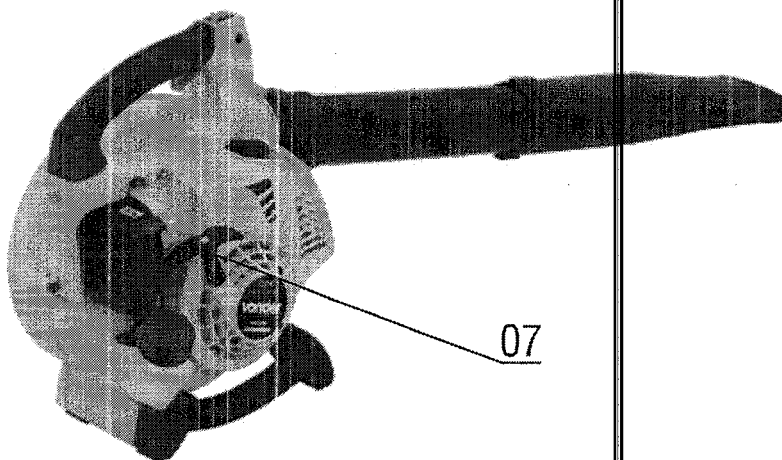

Fig. 6 – Manípulo da partida manual retrátil
Puxe o manípulo da partida manual retrátil (7), Fig. 6, levemente até sentir a resistência do motor, então puxe fortemente.